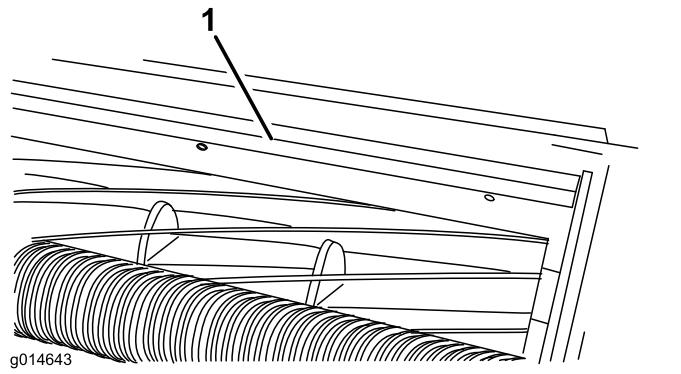

Bild 12
1. Lockern Sie die Schrauben, mit denen die obere Leiste an der Schneideeinheit befestigt ist (Bild 12).